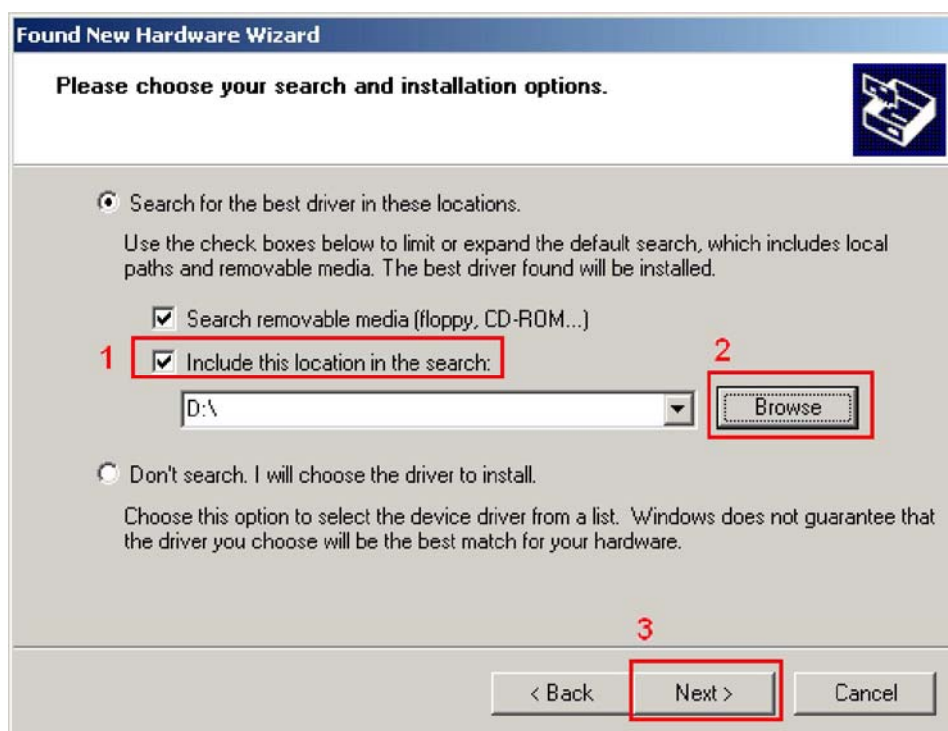

Fig. 1.3.3 Установка драйвера
3. В следующем окне, «Включить поиск в следующем месте» и нажать „Обзор” и указать путь к папке, где находится программное обеспечение конфигурации. (т.е. Конфигуратор F:\FM3 00.01.15). Далее нажать «NEXT»(Рис. 1.3.3).